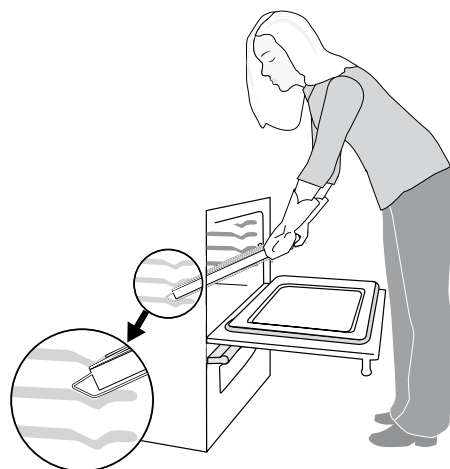

Figure 3 - Retrait et remise en place de la grille extensible.
3. Utilisez vos deux mains pour agripper le haut et le bas de la grille extensible (voir figure 3).
1. Agrippez les deux portions de la grille extensible (voir la figure 3).